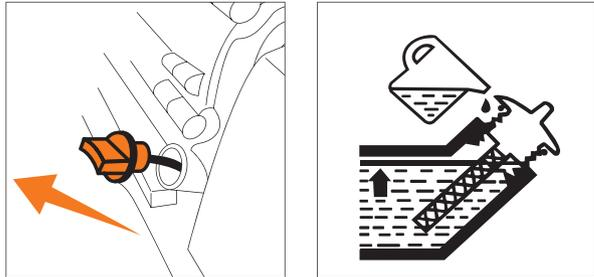

Рис. 19
- Отверните крышку маслосаливной горловины, достаньте щуп (Рис. 19).
- Если уровень масла меньше нижней линии (L) на щупе, добавьте масло до верхней линии (H).